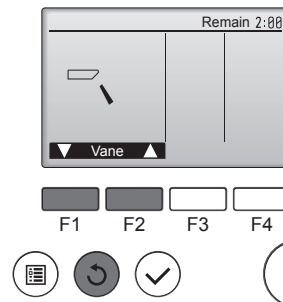

Fig. 7-4
- 2 Нажмите кнопку [Выбор] для отображения экрана работы жалюзи, затем нажмите кнопку [F1] и [F2] для проверки автоматического режима работы жалюзи. (Fig. 7-4)